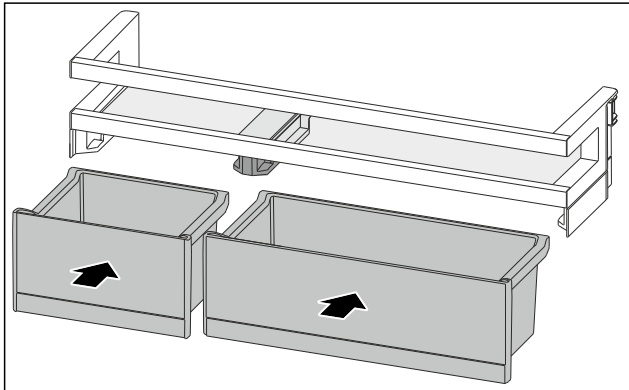

Fig. 128
- VarioBox'ları değiştirilen sıraya göre yerleştirin. (bkz. Fig. 128)